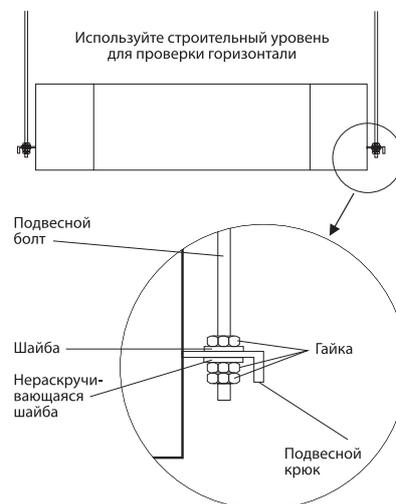

Рисунок 16 - Крепление подвесных болтов к внутреннему блоку
- Отрегулируйте относительное положение подвесных болтов таким образом, чтобы блок был расположен горизонтально со всех сторон. Для проверки горизонтали воспользуйтесь строительным уровнем. Неправильная установка внутреннего блока может привести к утечке воды, воздуха и т.д (см. рис.16).